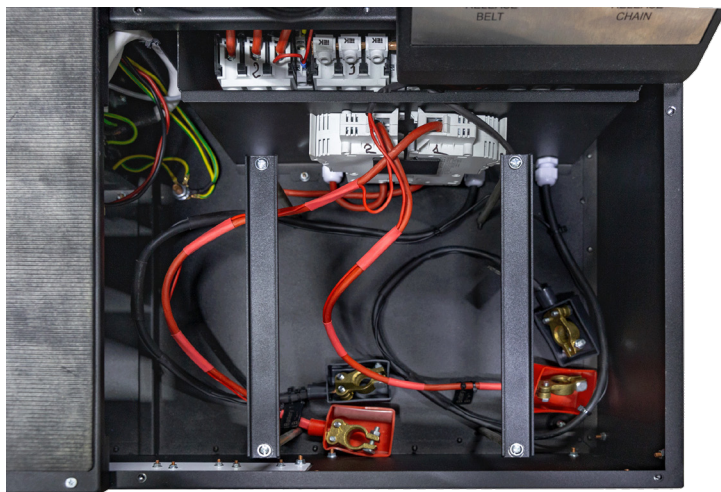

Рисунок 10. Место для размещения аккумуляторов в стенде
1) Аккумуляторные батареи (АКБ) 12В, которое необходимо расположить в аккумуляторном отсеке стенда (рис. 10). При подключении АКБ следует соблюдать маркировку на силовых кабелях. Если подключить только одну АКБ (АКБ1 или АКБ2), то доступен будет только 12В режим диагностики, режим 24В будет недоступен.